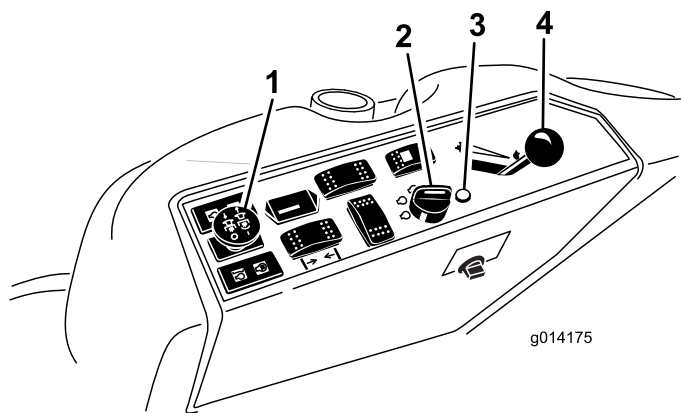

図 15
4. PTOスイッチをOFF位置にする図 15。
- スロットルレバーを FAST と SLOW の中間にセットする 図 15。